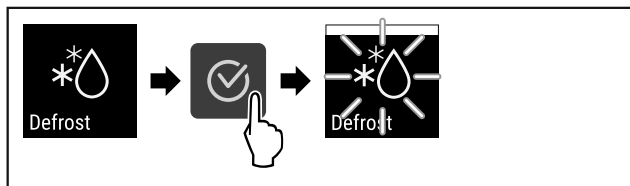

Fig. 85
- Hajtsa végre a művelet lépéseit (lásd Fig. 85).